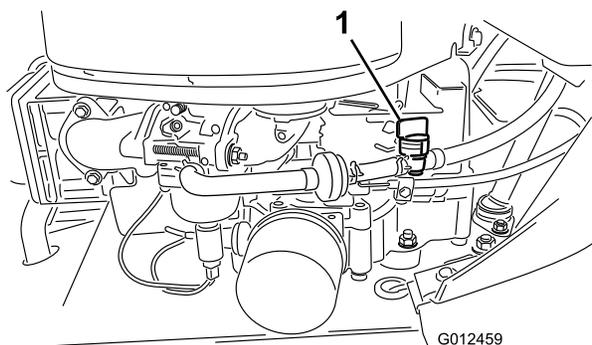

Figura 31
6. Chiudete la valvola di intercettazione del carburante (Figura 31).
7. Premete le estremità delle fascette stringitubo ed allontanatele dal vecchio filtro del carburante (Figura 31).